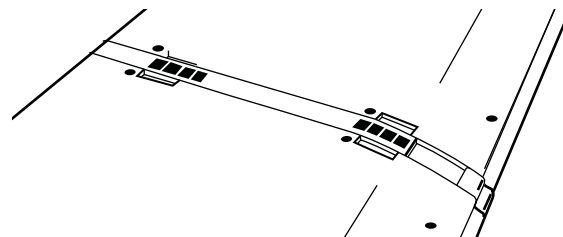

Abb. 2-5 MC Mix und MC Control sind an der Seitenwand miteinander verbunden
4. Schieben Sie das Verbindungsteil der MC Control in die MC Mix, um beide Geräte zu koppeln (Abb. 2-5).